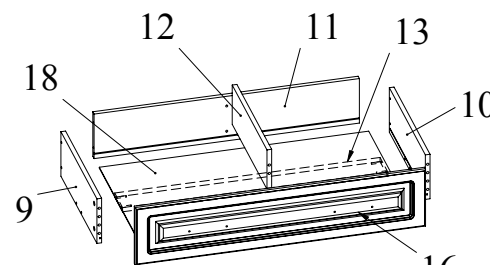

Рис.8
11. Вкрутить шпильки минификсов в соответствующие плоскостные отверстия фасада ящика 16. Вставить головки минификсов в соответствующие плоскостные отверстия боковин ящика 9, 10. Вбить шканты в соответствующие торцевые отверстия боковин ящика 9, 10 (Рис. 8).
12. Скрепить при помощи конфирматов 7x50 боковины ящика 9, 10 и задник ящика 11. Прикрутить конфирматами 7x50 перегородку 12 к заднику ящика 11. Скрепить при помощи конфирматов 7x50 распорную планку 13 между боковинами 9, 10 (Рис. 8). Вставить в паз дна ящика 18 из ДВП.